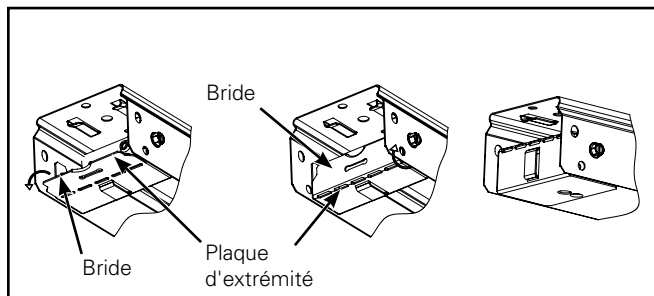

Figure 34.
1. Tournez la plaque d'extrémité supérieure, pliez la bride comme indiqué et tournez-la vers sa position d'origine dans l'assemblage du canal. (Figure 34.)